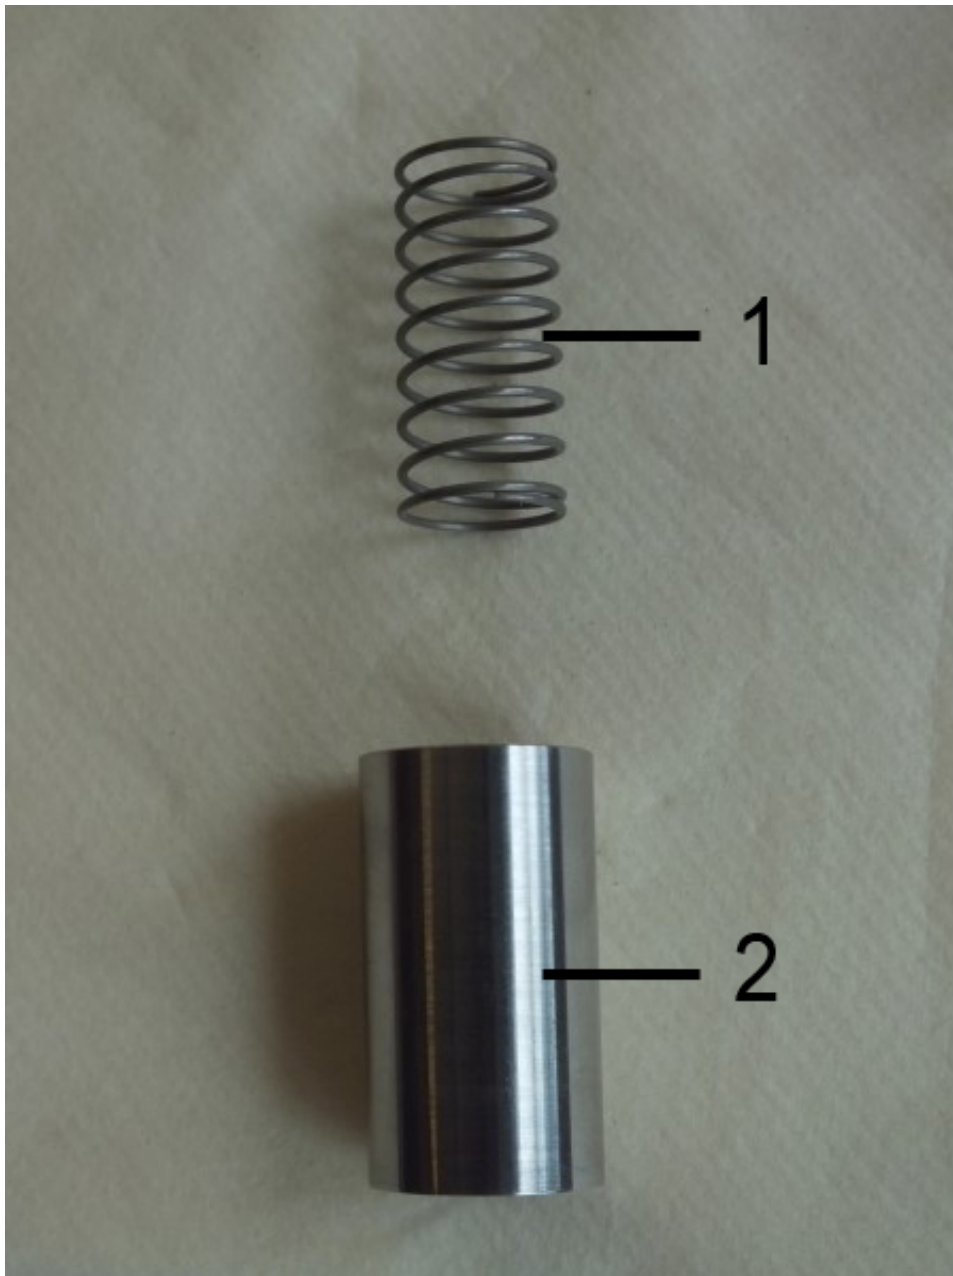

Abb. 39: Feder und Schwebekörper
5. ➤ Feder (Abb. 39/1) und Schwebekörper (Abb. 39/2) als Innenteile des Strömungswächters